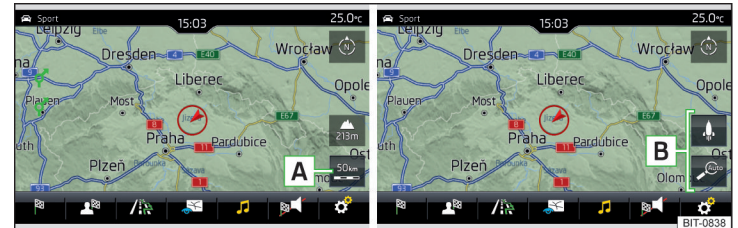

Fig. 225 Superficies funcionales para el cambio de escala del mapa: información y entretenimiento Amundsen
- ▶ Pulse la superficie funcional **A** » **fig. 224** o » **fig. 225**.
En el área **B** » fig. 224 o » fig. 225 se visualizan las superficies funcionales para el cambio de escala del mapa.